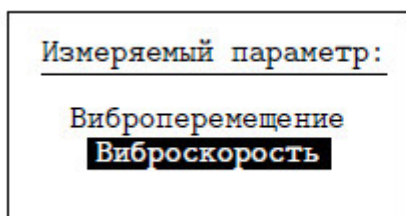

Рис. 3.13
3.4.4 **"Измеряемый параметр"** - выбор параметра, по которому будет вычисляться спектр: виброскорость или виброускорение (Рис. 3.13).